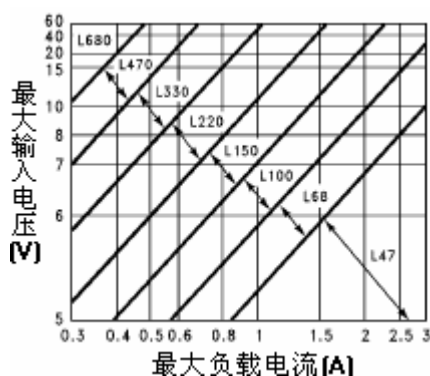

图 4. HYM2576(HV)-3.3
A. 参见图 4, 5, 6, 7 中选择正确的电感值 (其中的输出电压分别是 3.3V, 5.0V, 12V, 15V)。对于其他的输出电压值, 可以参考可调电压输出版本设计。
C. 从电感号来确定电感值, 然后从图 4 中选择一个合适的电感。这里列出了四个厂家的电感元件的型号。